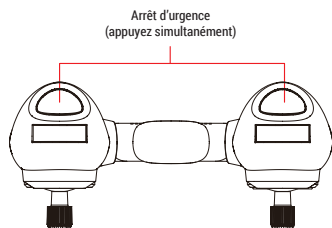

Figure 4: Arrêt d'urgence
- 9. Arrêt d'urgence:** En cas de collision en vol ou de perte de contrôle du drone: utilisez la fonction d'arrêt d'urgence en appuyant simultanément sur les gachettes arrière de la radiocommande (Figure 4).